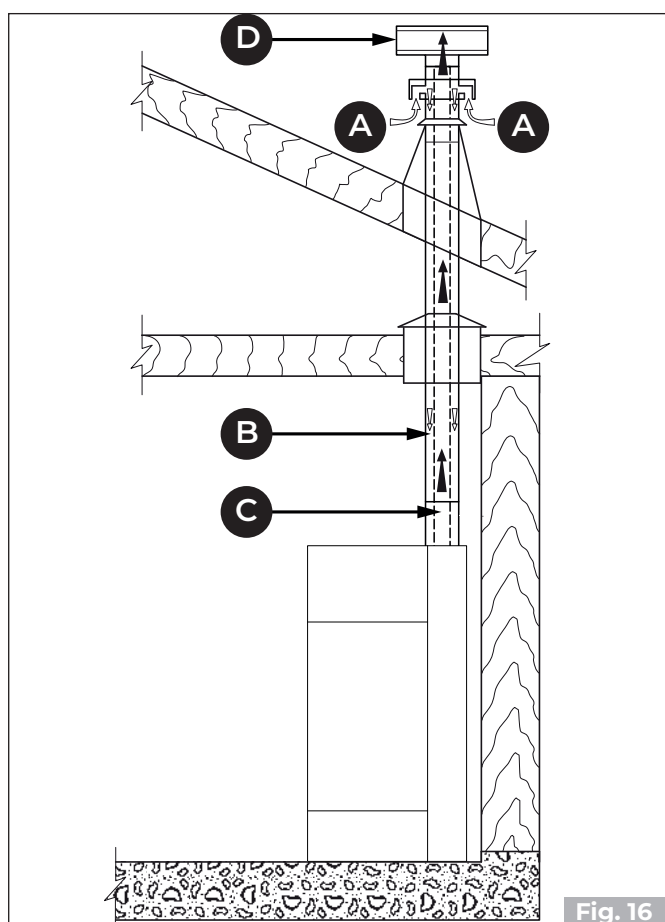
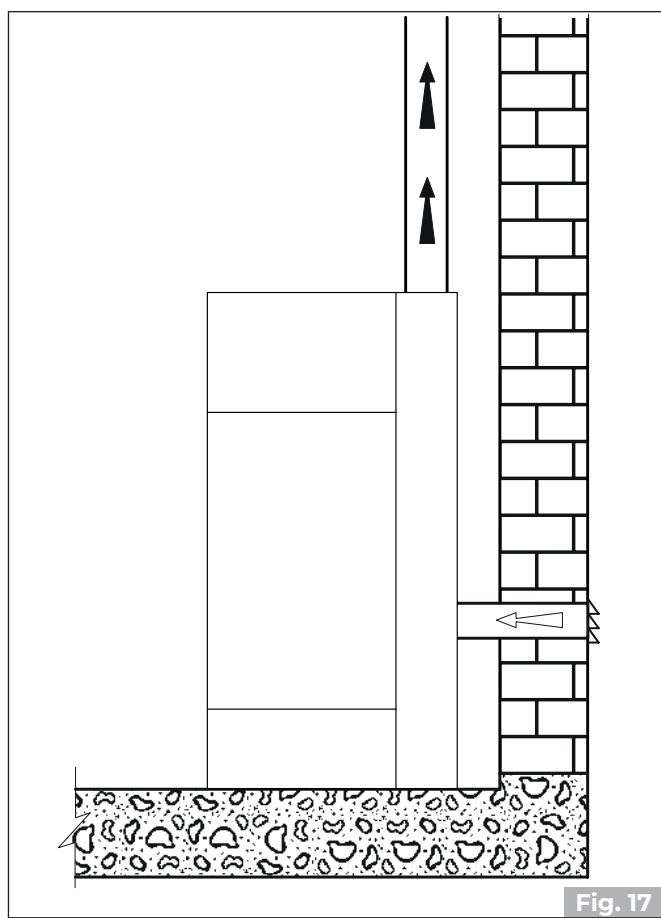
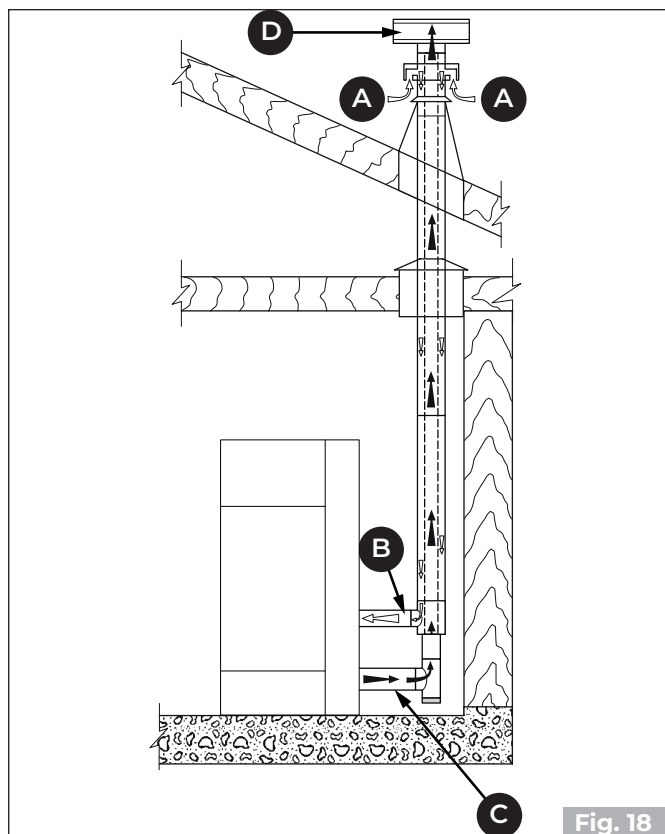
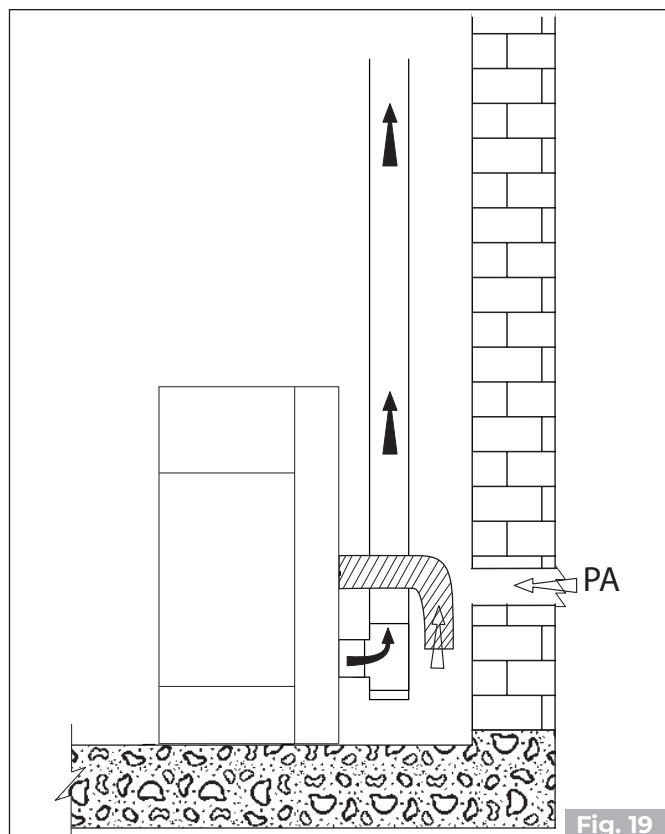

Fig. 16
Fig. 17
Fig. 18
Fig. 19
- može doći direktno izvana s izravnom vezom na komoru za izgaranje (**Fig. 16 – Fig. 17**).
- za usmjeravanje zraka za izgaranje putem koaksijalne cijevi za izbacivanje dimnih plinova i izvlačenje zraka (**Fig. 16 – Fig. 18 – A, B = ulaz zraka, C, D = izlaz dimnih plinova**); u ovom slučaju nije potrebno napraviti klasični usis zraka u prostoriji.
- za priključivanje ulaza zraka za izgaranje uređaja na ulaz zraka s pomoću posebne cijevi (**Fig. 17 – Fig. 19**).